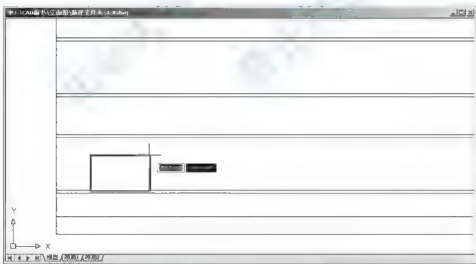

图 4.10 绘制窗洞口的左下角点
(3) 单击【绘图】工具栏上的【矩形】图标, 启动【矩形】命令。
① 在指定第一个角点或 [倒角 (C)/标高 (E)/圆角 (F)/厚度 (T)/宽度 (W)]: 提示下, 输入“W”后按 Enter 键, 表示要改变矩形的线宽。
② 在指定矩形的线宽 <0.0000>: 提示下, 输入“50”后按 Enter 键, 将矩形线宽改为 50mm。
③ 在指定第一个角点或 [倒角 (C)/标高 (E)/圆角 (F)/厚度 (T)/宽度 (W)]: 提示下, 输入窗洞口左下角点相对于坐标基本点的坐标 “@1170, 0” 后按 Enter 键。这样就绘出矩形的左下角点, 如图 4.10 所示。